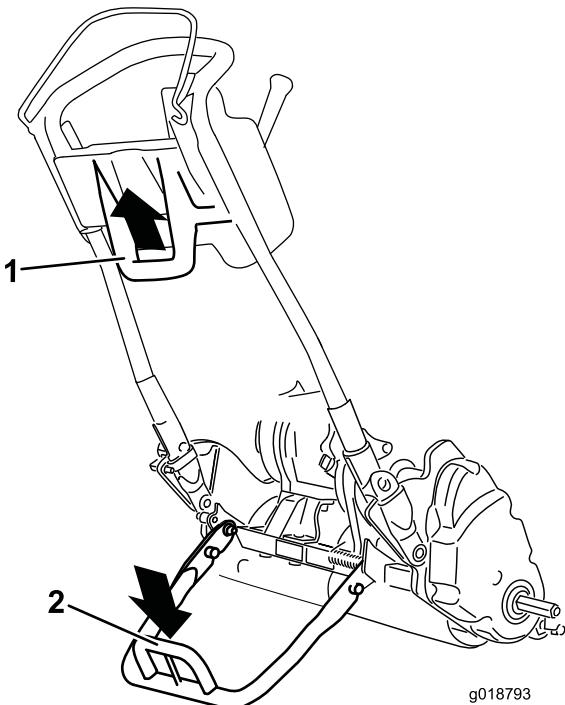

Figura 28
- Per utilizzare il cavalletto per montare le ruote di trasferimento, abbassatelo a terra e poggiate il piede sull'occhiello del cavalletto mentre tirate verso l'alto e all'indietro la stegola centrale inferiore della macchina (Figura 28).